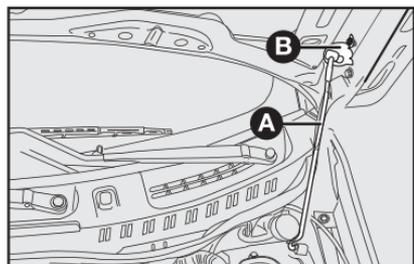

fig. 73
- 2) mover a trava localizada sob o capô para cima **A**-**fig. 73**.
1) manter levantado o capô com uma mão e, com a outra, tirar a vareta **A**-fig. 73 da abertura **B** e repô-la no seu dispositivo de bloqueio.